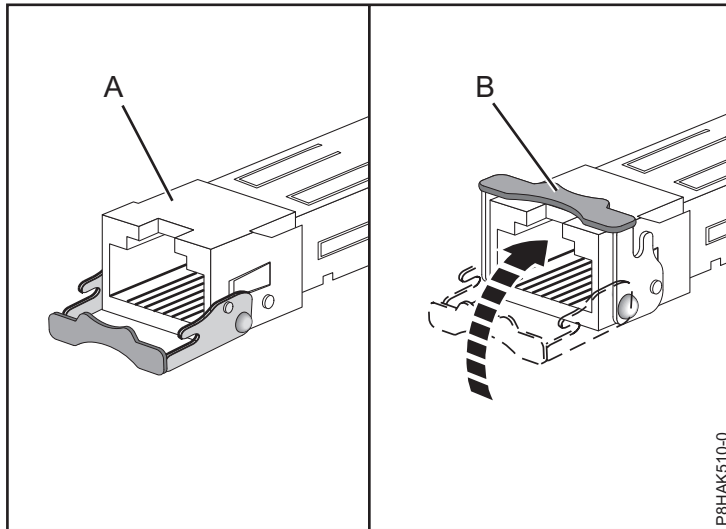

Figura 80. Substituir transmissores-receptores SFP no adaptador
- c. Com o trinco (B) na posição aberta, empurre o trinco ao rodá-lo para cima e no sentido da placa, como demonstrado em Figura 80.